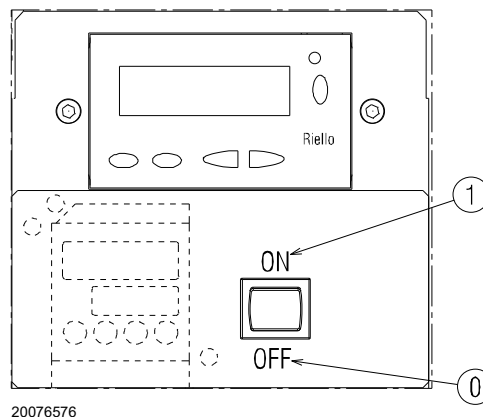

Fig. 30
Alimentare elettricamente il bruciatore attraverso il sezionatore sul quadro caldaia. Chiudere i termostati/pressostati e mettere l'interruttore di Fig. 30 in posizione “1/ON”.
- mettere l'interruttore di Fig. 30 in posizione “0/OFF” ed attendere che il controllo fiamma esegua la fase di spegnimento;
Il bruciatore è nello stato di attesa richiesta calore o il selettore "0-1" (Fig. 30 a pag. 31) è sulla posizione "0".